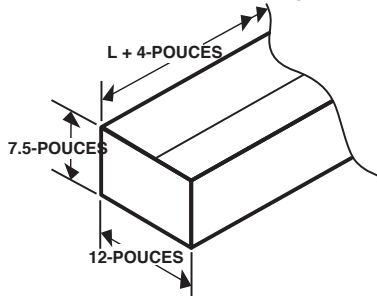

Figure 10F: Dimensions de la charpente en coulage de béton
- Grille de aligné : 4 po de plus long que la longueur du chauffage de 12 po de largeur par 7,5 po de profondeur. (matériaux fournis sur place) Voir figure 10F.
- Grille de surface : 4 po de plus long que la longueur du chauffage de 12 po de largeur par 7 po de profondeur. (matériaux fournis sur place) Voir figure 10F.